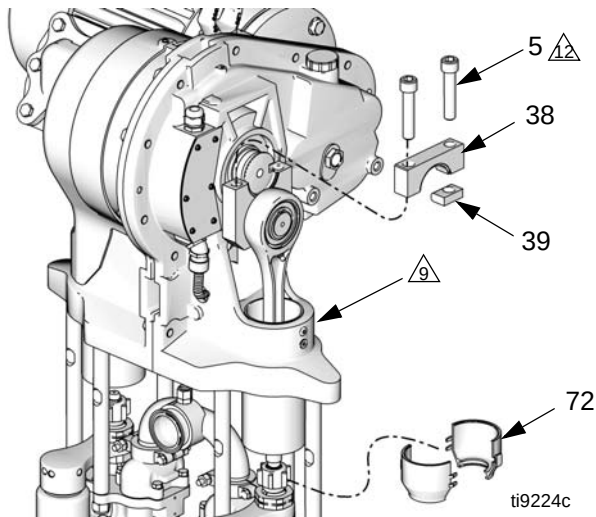

FIG. 6. Retire la tapa del brazo de manivela
- d. Con una llave de boca de 1-5/8 in, destornille la tuerca de acoplamiento (14) del pistón de corredera (9) y deje que se deslice hacia abajo en la varilla de pistón de la bomba. Tenga cuidado de no soltar los collares (13).
- e. Consulte la FIG. 6. Con un impulsor hexagonal de 1/2 in, destornille los dos pernos de cabeza hueca (5). Retire la tapa del brazo de manivela (38) y la chaveta (39). En caso necesario, use un martillo de plástico para separar estas piezas.
1. Coloque el brazo de manivela (4) en posición para que engrane con el eje de salida (OS) y gírelo hacia la parte inferior del eje de salida.
2. Coloque un trapo limpio sobre la parte superior del cilindro de corredera (2) para evitar que caigan residuos en el conjunto de corredera durante el armado.
3. Consulte la FIG. 6. Aplique lubricante antiagarrotamiento (LPS®-04110 o equivalente) a las roscas de los pernos de cabeza hueca (5). Instale la chaveta (39), la tapa del brazo de manivela (38), y los pernos de cabeza hueca (5), orientados como se muestra. Mientras el tornillo del lado de la separación todavía está flojo, apriete el tornillo del lado de la chaveta a 283-310 N•m (210-230 pies-lb). Luego apriete el tornillo del lado de la separación a 283-310 N•m (210-230 pies-lb). Apriete los tornillos 2-3 veces más o hasta que dejen de girar cuando se aprietan a 283-310 N•m (210-230 pies-lb).
4. Asegúrese de que los collares (13) estén colocados en su lugar en la tuerca de acoplamiento (14).
5. Coloque una llave de 3/4 in en las caras planas de pistón de corredera (9) para evitar que gire cuando apriete la tuerca de acoplamiento (14). Oriente la llave de modo que esté contra una de las varillas de unión (3) o el soporte de la bomba. Ajuste la tuerca de acoplamiento (14) en el pistón de corredera (9) y apriétela a 102-108 Nom (75-80 pies-lb).
6. Instale las protecciones (72) enganchando los labios inferiores en la ranura de la tapa de la copa húmeda. Encaje entre sí los dos blindajes.